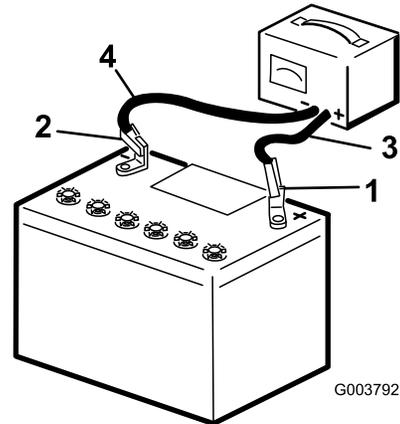

Рисунок 34
2. Заряжайте аккумулятор в течение 10-15 минут током 25-30 Ампер, или 30 минут током 4-6 Ампер (Рисунок 34). Не допускайте избыточного заряда аккумулятора.
3. После полной зарядки аккумулятора отсоедините зарядное устройство от электророзетки, а затем отсоедините провода зарядного устройства от штырей аккумулятора (Рисунок 34).
1. Используя ранее снятые крепежные детали, подсоедините положительный (красный) кабель к положительному (+) штырю аккумулятора (Рисунок 34).
3. Используя ранее снятые крепежные детали, подсоедините отрицательный (черный) кабель к отрицательному (-) штырю аккумулятора (Рисунок 34).
4. Прикрепите аккумулятор, используя планку и барашковые гайки (Рисунок 34).